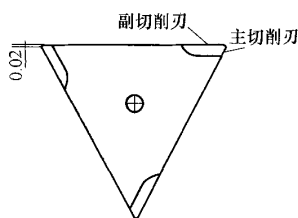

图3 刀片正面
(1) 刀架的调整
①车刀刀片在刀座上的调整 刀片更换需松开刀架上的调整螺钉,从侧面取下刀座。将新刀片装在刀座上开始调节刀具,使用百分表检测刀片高度必须使其相等,而且必须从刀片刃口到接触面来测量5把刀座,其长度必须相同,侧面用夹紧销将刀片紧固压在刀座中,刀片后面有一压紧螺钉用以支撑和调节刀片。首先使用百分表检测刀具切削刃,左右移动观测百分表,使其高度相差不超过0.05mm,并且副切削刃前端高于副切削刃后端0.02mm,见图3,并且5个刀座在刀架上的高度误差不超过0.05mm。
②刀架回转精度调整 将刀具装在刀架上,首先调整回转主轴的滚动轴承调节轴承的预紧装置,最大限度